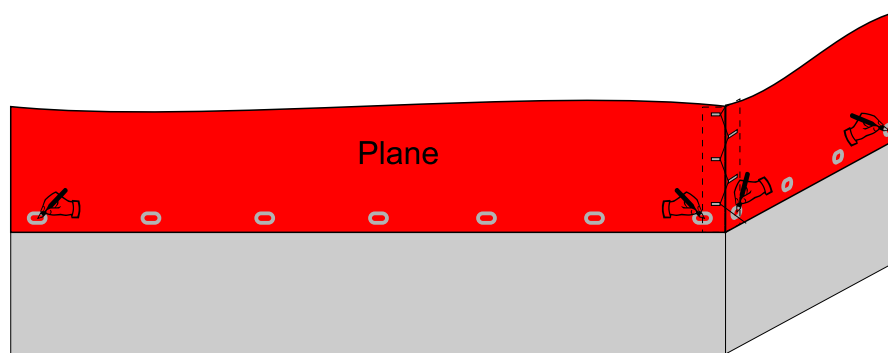

Bild 5
5. Positionen der Planenösen (jeweils erste und letzte Öse je Seite) kennzeichnen (Bild 5).